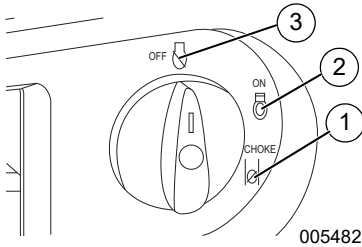

Figura 3-2. Posiciones de apagado/encendido/cebado
1. Consulte la **Figura 3-2**. Gire el interruptor de apagado/encendido/cebado a la posición CHOKE (Cebado) (1).
4. Consulte la **Figura 3-2**. Cuando el motor arranque, gire el interruptor de apagado/encendido/cebado a la posición ON (2). El cebador reduce su funcionamiento a medida que el interruptor de apagado/encendido/cebado se gira hacia la posición ON.
3. Consulte la **Figura 3-2**. Gire el interruptor de apagado/encendido/cebado a la posición OFF (3).
1. Consulte la **Figura 3-2**. Gire el interruptor de apagado/encendido/cebado de la posición STOP a la posición ON. De esta manera se abrirá la válvula de combustible y el motor arrancará.